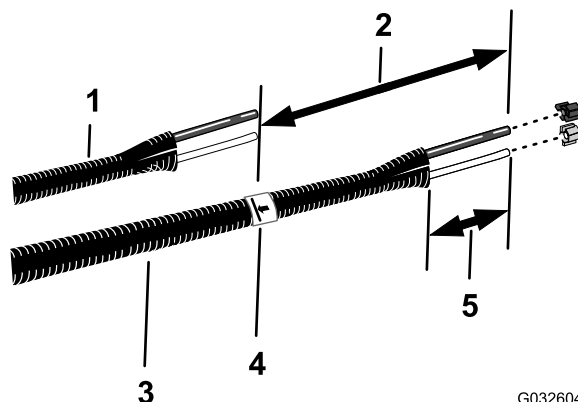

図 27
6. 古い原液チューブと空気チューブ 図 27 を新しいチューブアセンブリ Toro P/N 114-9553 に合わせて並べる。
8. ステップ 7 で新しいチューブアセンブリに付けたマークから 26cm の所にマーキングを施し、この位置長さを増やした方のマークでチューブアセンブリを切断する 図 27。
10. チューブアセンブリの各チューブの端部から、外被覆を 77-102 mm はぎ取る 図 27。